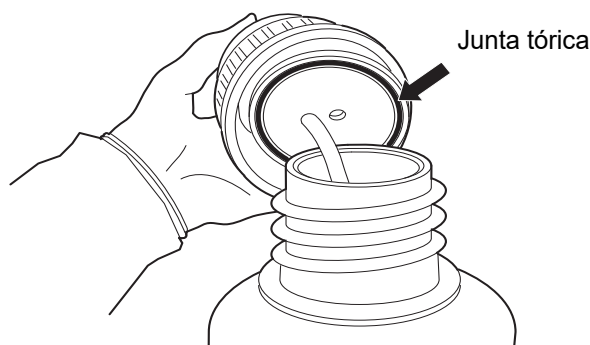

Figure 8-11 Comprobación de la junta tórica del frasco de residuos
4. Antes de volver a instalarlo, examine la junta tórica del interior del tapón para comprobar si hay restos. Consulte la figure 8-11.